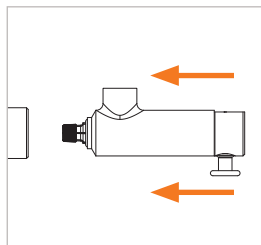

Figure 9
- ▶ Insérez le connecteur, avec le bouton de soupape (Pos. 4) comprimé, dans l'axe dans la pièce d'essai jusqu'à ce que le joint frontal (Pos. 7) entre en contact avec la pièce d'essai (Figure 9). Le joint frontal est ainsi préservé des dommages causés par d'éventuels bords saillants de la pièce d'essai et le bon raccordement est garanti.